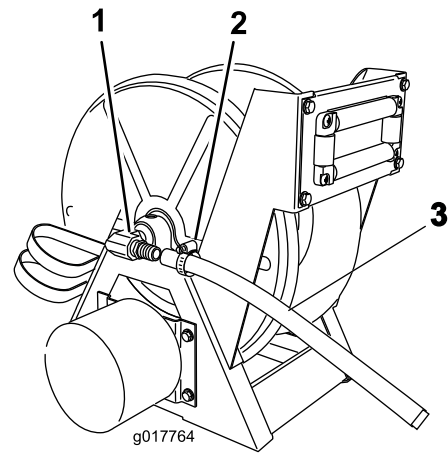

Figure 16
17. Glissez un collier au bout du flexible et branchez l'extrémité du flexible à l'embout cannelé à angle droit du dévidoir (Figure 16).